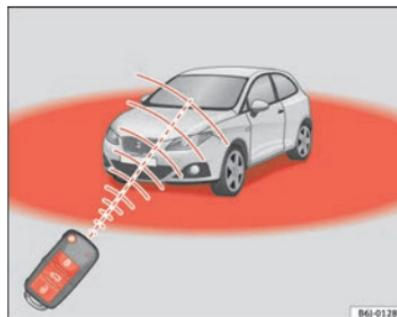

Fig. 45 Radio de acción del mando a distancia por radiofrecuencia
Además, el testigo de la pila de la llave \Rightarrow fig. 45, parpadea.
- El mando a distancia por radiofrecuencia funciona únicamente dentro de su radio de acción ⇒ página 82, fig. 45.